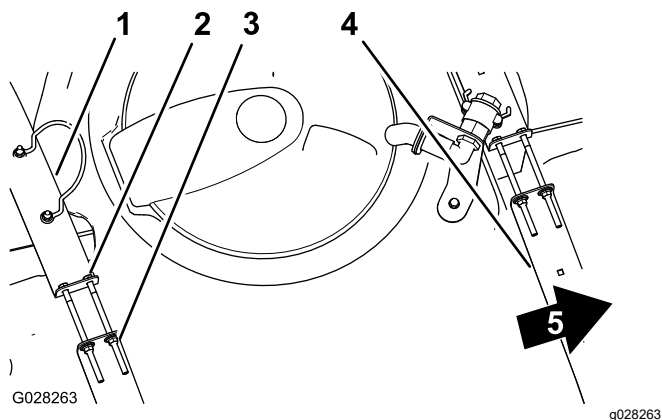

Figure 31
2. Vérifiez qu'il n'y a aucun jeu entre les sangles et la cuve (Figure 31).
que ces dernières soient parfaitement en appui sur la surface de la cuve (Figure 31).